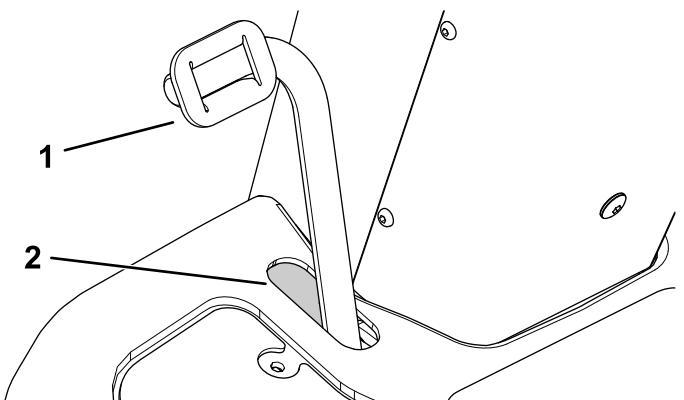

図 86
1. ブレーキペダルを踏み込んで、スロットの前端との間に適切なすきまがあるかどうか点検する図86。